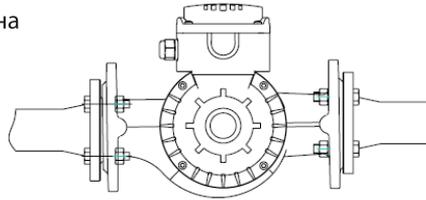

рис.2
**В.** Температура окружающей среды должна быть ниже температуры жидкости (рис.2)